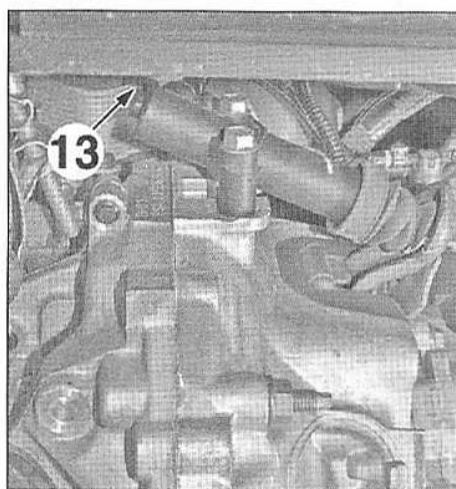

FIG.30
- le circuit de la commande hydraulique d'embrayage par la vis de purge (13) en actionnant manuellement la pédale d'embrayage (Fig.30).